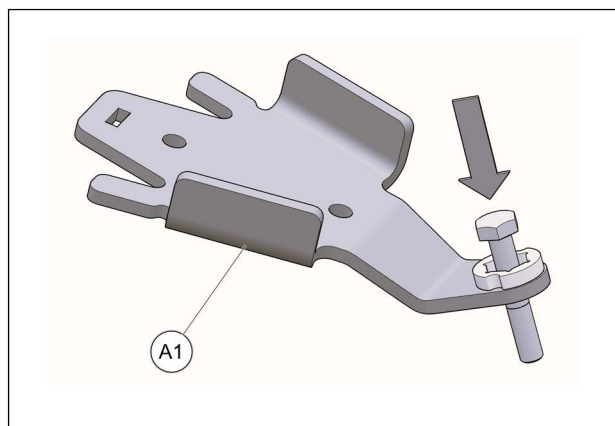

Fig. 17
4. Insérer un boulon à l'extrémité de chacun des ancrages de suspension avant (A1). Voir la Fig. 17